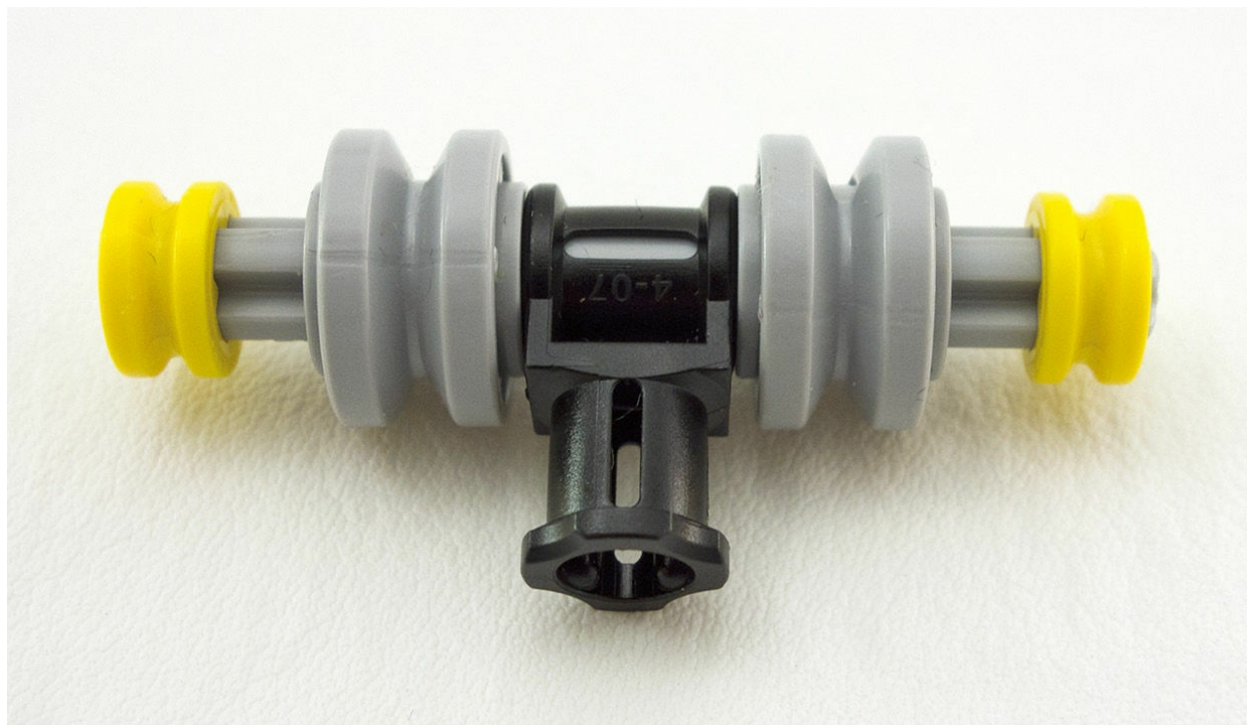

图6.24 轮子和轴套安装完毕
4. 但同时这也意味着它们转着转着就会从轴上滑落，你可以给两侧各配一个半长的轴套来帮助固定轮子。做完这一步，你手里的东西应该看起来跟图6.24差不多。